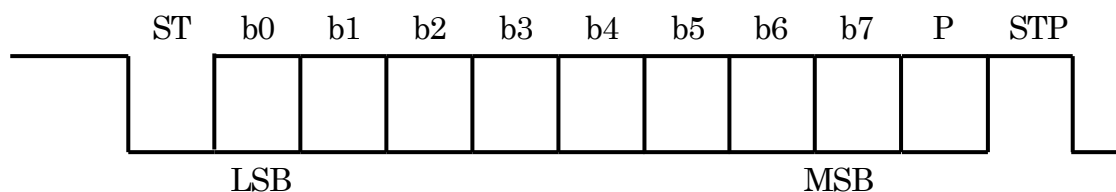

図 3-10 キャラクタ構成
- ① キャラクタ構成 (図 3-10 参照)      合計 11 ビット